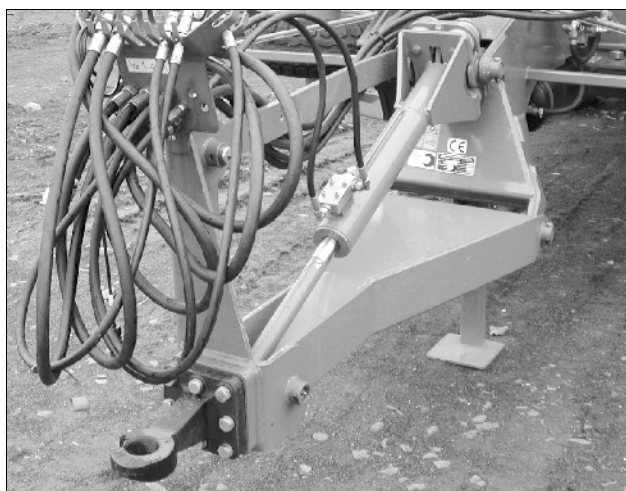

Fig. 11
- tillkoppling via hitchdrag (Fig. 11)